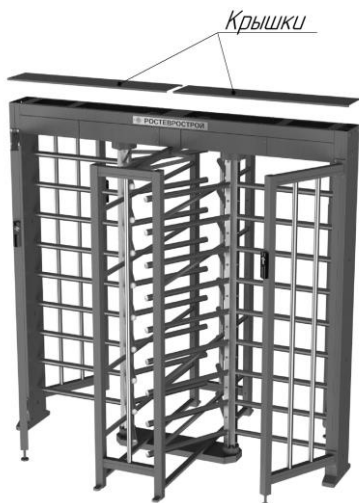

Рис. 1 Снятие крышек турникета
6.1. Перед монтажом крыши установите турникет согласно руководства. Снимите крышки турникета (рис.1).